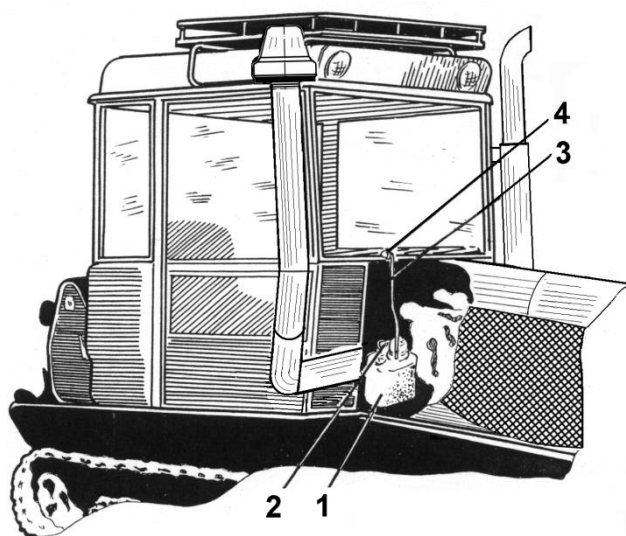

Рисунок 14 – Стеклоомыватель электрический переднего
•Электрический стеклоомыватель (рисунок 14) следующим образом.